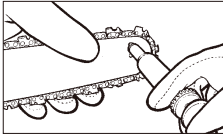

Fig. 20
3. Utilizzare l'oliatore (opzionale), inserire la punta dell'ago nel foro di oliatura e iniettare l'olio finché a quando non esce dall'esterno della punta dentata (Fig. 20).